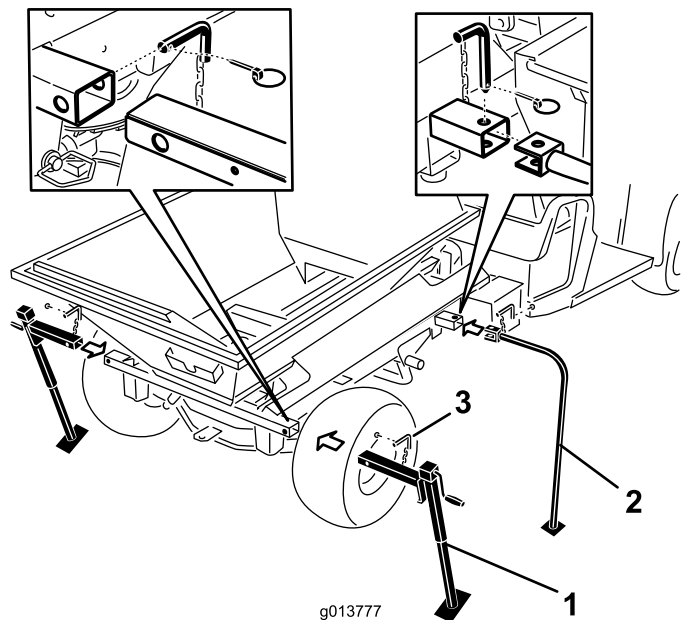

Figura 49
7. Introduzca las patas de almacenamiento delanteras y los gatos traseros en los tubos de la máquina y sujételos con los pasadores de bloqueo (Figura 49).